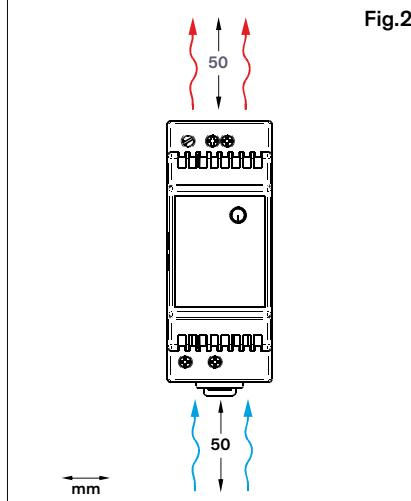

Fig.2
- Für ausreichende Kühlung muss gesorgt sein. Fig.2
- Assurer un refroidissement suffisant. Fig.2
The device can be mounted onto 35mm DIN rails, compliant with the specifications of DIN EN 50022. Observe the requirements for ventilation space above and below the device. Fig.2.
Das Gerät kann an 35 mm DIN-Schienen montiert werden, in Übereinstimmung mit der Spezifikation DIN EN 50022. Dabei sind die Anforderungen an die Ventilationsabstände über und unter dem Gerät einzuhalten. Fig.2
L'appareil peut être monté sur des rails DIN de 35 mm, conformes aux spécifications de la norme DIN EN 50022. Respecter les exigences en matière d'espace de ventilation au-dessus et en dessous de l'appareil. Fig.2